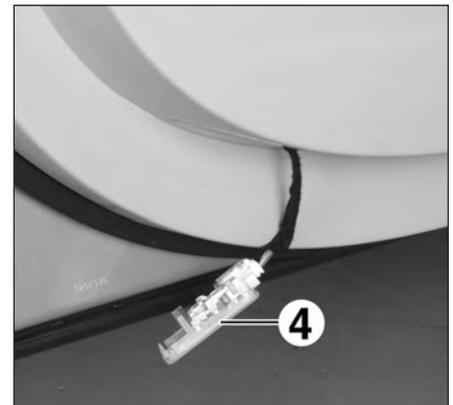
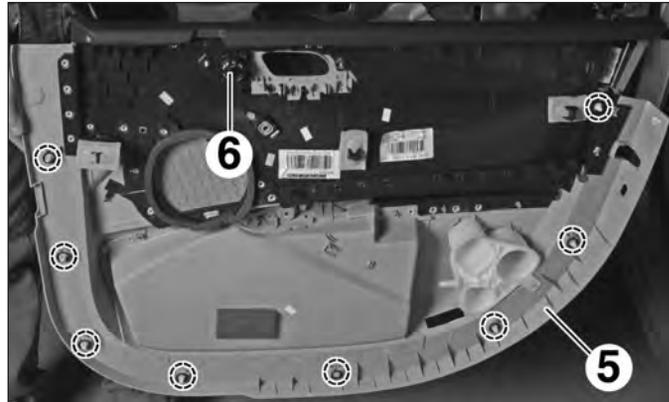

FIG.54
FIG.55
- Dégrafer l'éclairage (4) du bas de porte (Fig.54).
- Débrancher l'éclairage (4) du bas de porte et le déposer.
- Dégrafer la garniture de porte (5) aux endroits indiqués (Fig.55).
- Soulever la garniture de porte (5) vers le haut pour la dégager de la porte.
- Débrancher le connecteur du haut-parleur (6) (si équipé).
- Dégrafer le faisceau électrique du haut-parleur de la garniture de porte (5).
- Déposer la garniture de porte (5).